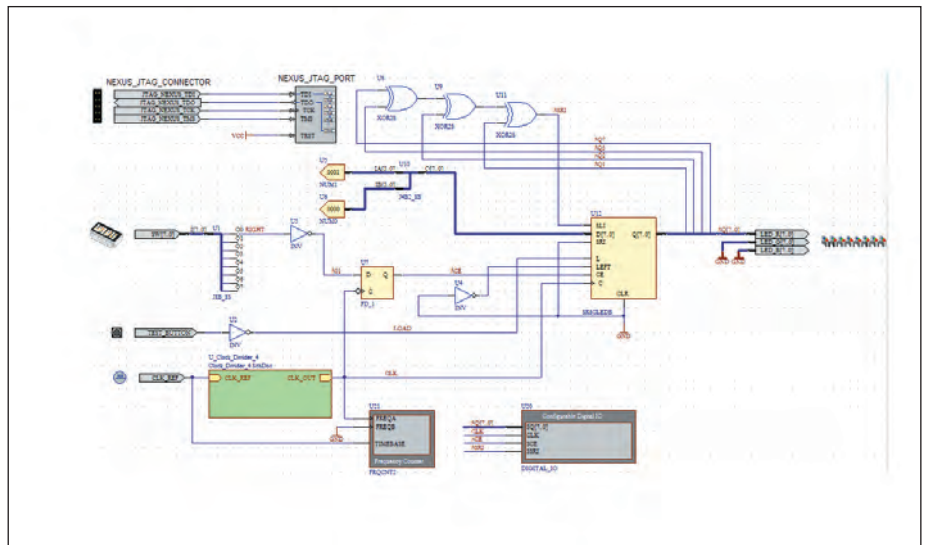

Рис. 4. Функциональная схема генератора ПСП с порт-компонентами и виртуальными инструментами отладки
Рассмотрим стадии программирования ПЛИС на примере проекта генератора двоичной псевдослучайной последовательности (ПСП) длиной 8 бит (рис. 4).
- Вводим в логическую схему FPGA-проекта (рис. 4) виртуальные инструменты отладки — счетчик-частотомер FRQCNT2 и модуль ввода/вывода цифровых сигналов DIGITAL\_IO.
- Выполним электрические связи входа и выхода виртуального частотомера и портов JTAG-канала, как показано на схеме (рис. 4).